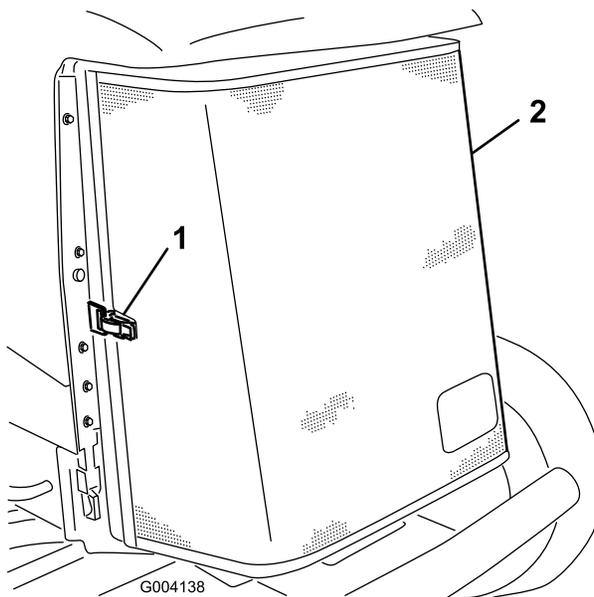

Figura 71
3. Sbloccate il morsetto e aprite la griglia posteriore (Figura 71).